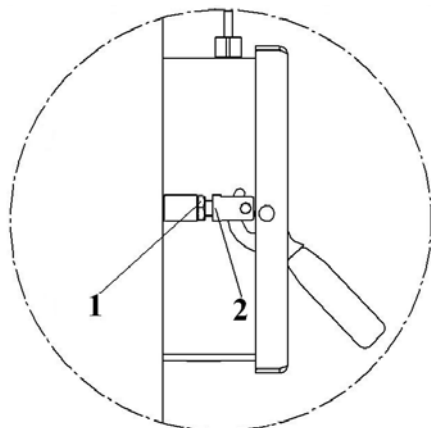

fig.24
- se strânge șurubul închizător **2** și se poziționează după care se strânge contrapiulița **1** (fig. 24)